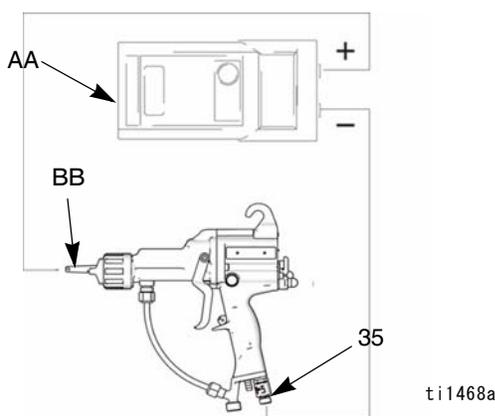
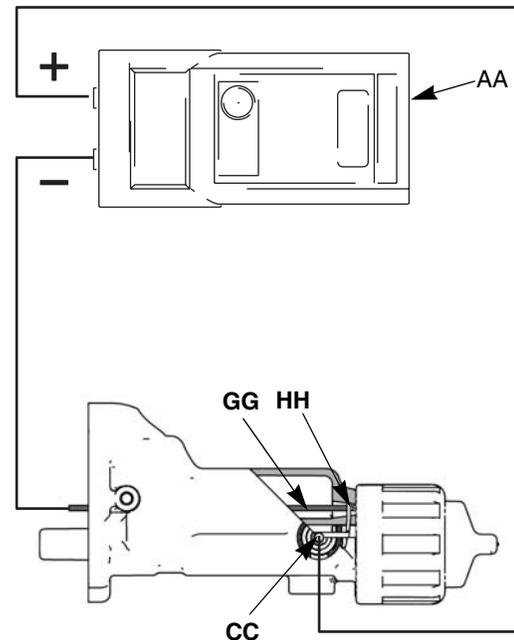

図 8. 合計ガン電気抵抗のテスト
図 12. バレル電気抵抗のテスト
メガオームメータ 部品番号 241079 (AA - 図 8 から図 12 をご参照下さい) は、危険なエリアでの使用は承認されていません。スパークのリスクを減少するためにも、下記の場合を除いて電氣的接地を確認するためにメガオームメータを使用しないで下さい:
充電用プローブ端 (BB) とエアスイベル (35) の間の電気抵抗を測ります (図 8 ご参照下さい)；値は 90 ~ 130 メガオームである必要があります。範囲外の場合、次のテストに進みます。範囲内の場合、低性能のその他の想定しうる原因を調べるためにガンの修理ページの 27 をご参照下さい。
1. (電源テストのために取り去られた) ガンバレルの中へ, バレルの前面が金属接触 (HH) と対になるよう導電性棒 (GG) を挿入します。
2. 導電性の棒 (GG) から充電用プローブソケット (CC) の間の電気抵抗を測ります。図 12 を参照下さい。電気抵抗は 15 ~ 30 メガオームである必要があります。